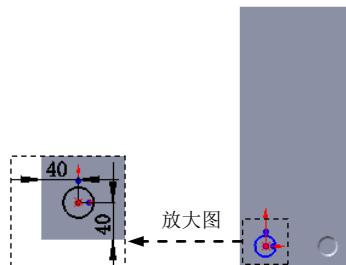

图 17.9.43 编辑草图
(4) 编辑草图，如图 17.9.43 所示，退出草图环境。